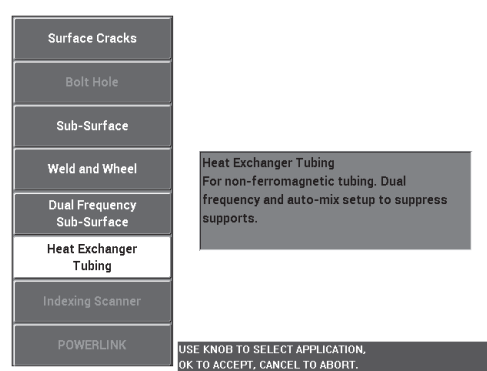

図 5-134 放熱機構チューブ用アプリケーション
2. 設定メニューキー（）を一度押し、続いて**アプリ選択**（A キー）を選択してアプリケーション選択メニューを開きます。ノブを回して**放熱機構チューブ**を選択し、 を押してそれを適用します（224 ページの図 5-134 を参照）。